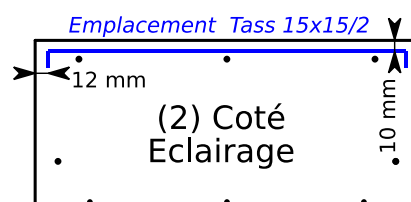

fig. 5
b) Tracez sur le Bord (2), (*fig.5*), la ligne indiquant le dessus du tasseau (Tass 15x15 /2), à 10mm de l'arrête supérieure ainsi que la position des extrémités à 12 mm des bords (1.1) et (1.2) pour la mise en place des deux tasseaux 12x25
> **Traçage 3b) fig. 5**